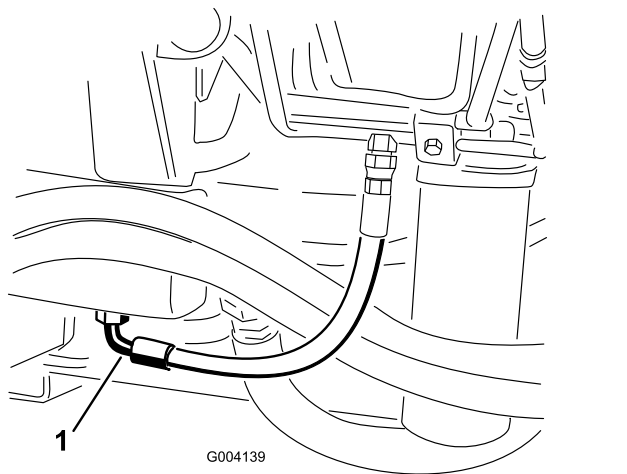

図 69
2. タンク 図 69 の下についているフィッティングの下に、オイルを受ける大型の容器を置く。